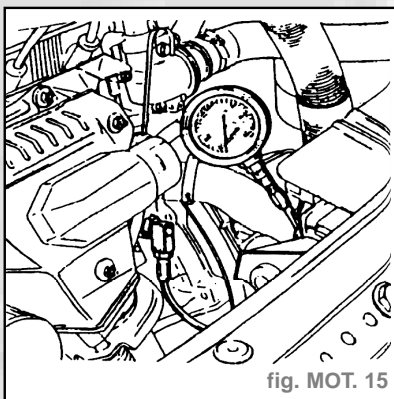

fig. MOT. 15
(F) au raccord (E) (fig. MOT. 15).